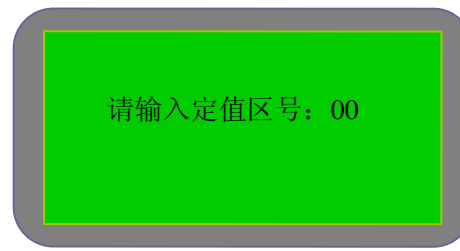
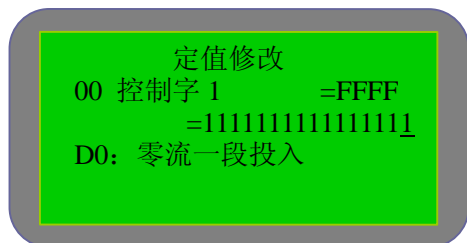

图 5-2-1A
图 5-2-1B
- 1) 定值修改：在“定值”菜单中选择“定值修改”进入定值修改界面，如图 5-2-1A，用户可输入定值区号，输入方法如下：用下划线“\_”标注编辑位，编辑位的值可通过按“上移”键或“下移”键改变。输入结束后按“确认”键确认。（其它数据的输入方法与此相同，此处不再一一说明）。定值区号输入确认后进入各定值修改界面，如图 5-2-1B 所示，通过按“上移”键或“下移”键修改各定值，按“退出”键回到定值菜单。